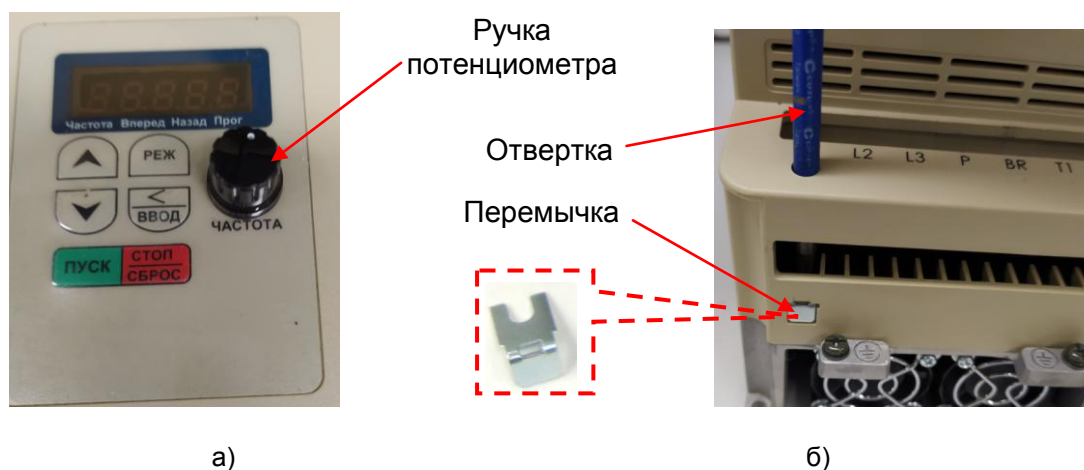

Рис. 7.11
7.7.4. Установить ручку потенциометра (рис. 7.11,а).
7.7.5. Ослабить отверткой винт (рис.7.11,б), установить перемычку ЭМИ-фильтра и закрутить винт.